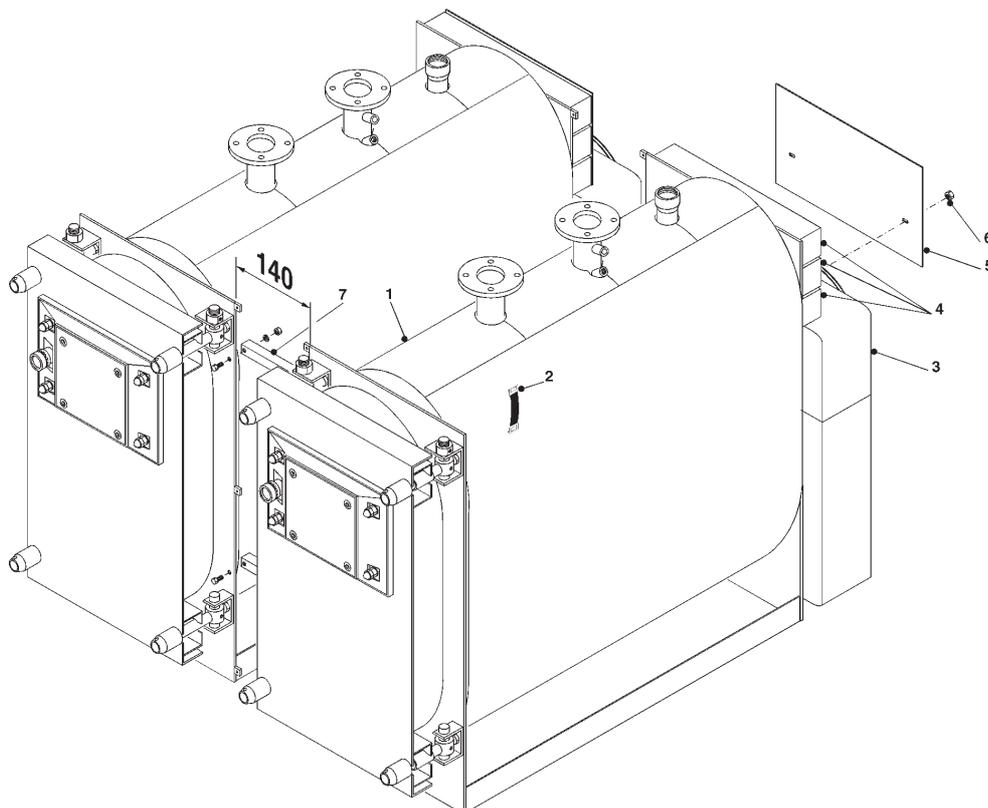

fig. 10
- A) Montare l'isolamento (pos. 1 fig. 10) dei corpi caldaia e fissare i 2 lembi di giunzione con le mollette elastiche (pos. 2 fornite nella scatola accessori) agganciandole alla parte esterna in tessuto dell'isolamento.
- B) Montare gli isolamenti (pos. 3 fig. 10) attorno alle camere fumo.
- C) Inserire le strisce di isolamento (pos. 4 fig. 10) tra i rinforzi delle piastre tubiere posteriori; queste strisce saranno tenute in posizione dal pannello di lamiera (pos. 5).
- E) Unire i due corpi caldaia mediante i profilati ad L (pos. 7 fig. 10), fissandoli alle piastre per mezzo delle viti M 10 e delle relative rondelle e dadi. I profilati sono forniti all'interno della scatola accessori.